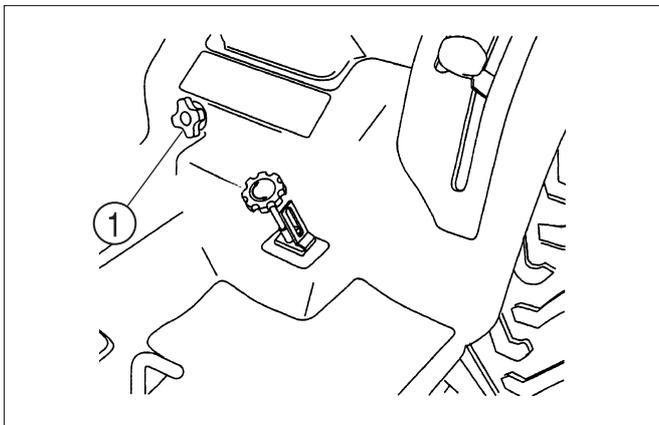

FIG. 44
**FIG. 44 :** Commande de vitesse d'abaissement – La molette ①, commande la "vitesse de chute" de la timonerie de l'attelage trois points et de l'outil. Tournez la molette dans le sens des aiguilles d'une montre pour ralentir la vitesse de chute, et dans le sens contraire des aiguilles d'une montre pour augmenter la vitesse de chute. Tourner la molette à fond dans le sens des aiguilles d'une montre va bloquer l'outil en position relevée.